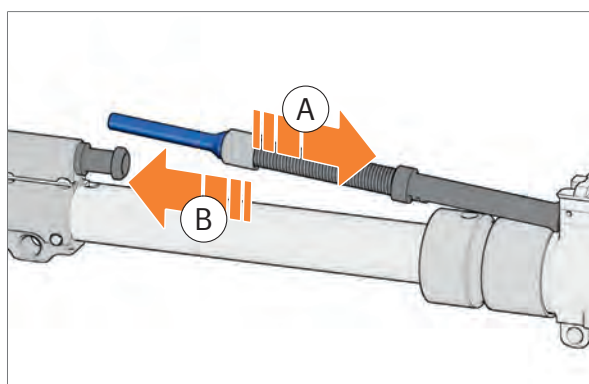

Abb. 120: Antriebsstange einsetzen
2. Antriebsstange in Montageposition in das Gehäuse einsetzen (Abb. 120).
3. Antriebsstange gegen die Federkraft nach hinten drücken und in den Gaskolben einführen (Abb. 120).